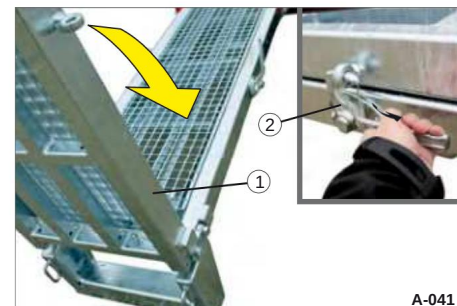

Bild 43 Lyfta uppfartsrampen i två delar
• Öppna vridspakens lås vid behov (bild 43/2).
(Bild 43/1) av tillfartsrampen.
• Stäng vridspakens lås (bild 43/2).